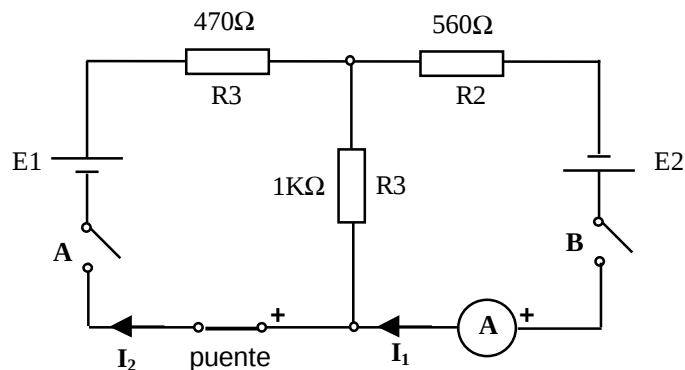

Figura 3.2. Circuito de dos mallas
1. Realice el montaje de la Figura 3.2. Utilice el multímetro analógico Simpsom como amperímetro en una escala apropiada.
2. Para el circuito de la Figura 3.2. Utilice los datos de resistencia de la Tabla 3.1 y los voltajes de las fuentes E_1 y E_2 para calcular las corrientes I_1 e I_2 a través del circuito así como los voltajes a través de cada elemento. Compárelos con los valores medidos y halle los porcentajes de error. Describa las posibles fuentes de error.
3. En el circuito de la figura 3.2 calcule la corriente que circula por R_3 por dos métodos diferentes. Descríbalos.